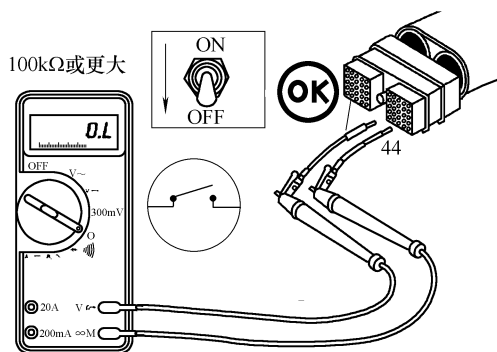

图 5-158 测量触针 44 与触针 1 之间的电阻
(3) 检查触针之间是否短路
① 按上述说明隔离诊断开关电路, 将开关拨到断开位置。测量 ECM 插头触针 44 与触针 1 之间的电阻(图 5-158), 应大于 $100\text{k}\Omega$ 。如果不是开路, 说明触针间存在短路, 应当进行维修。